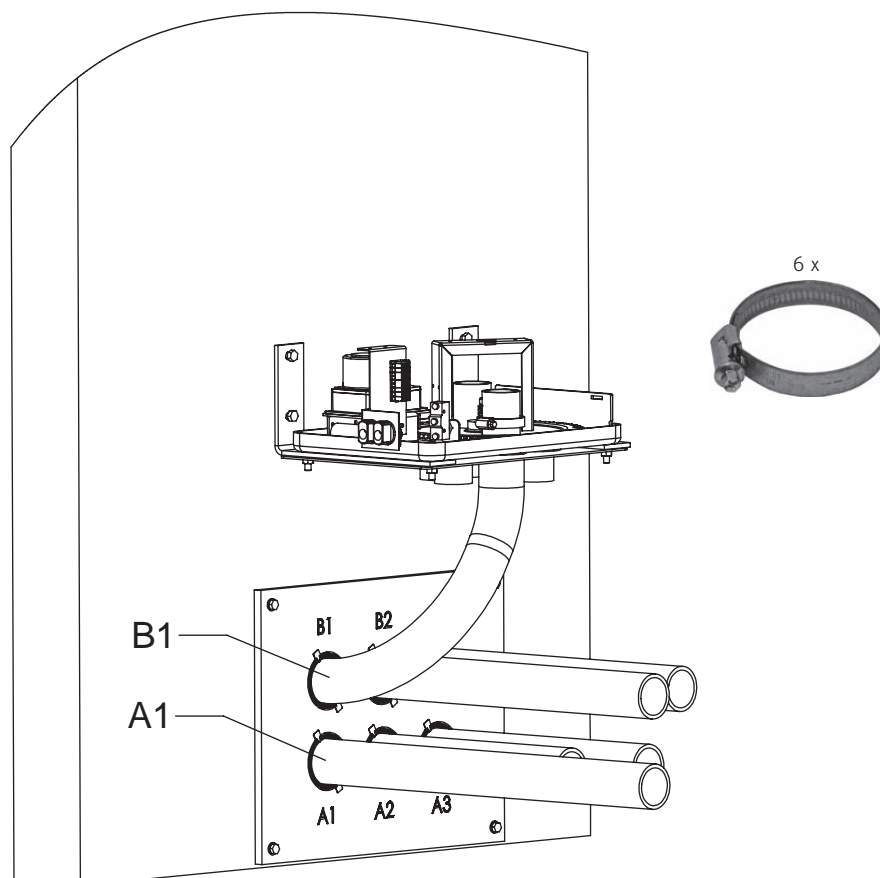

Fig. 39 Montage dans l'ordre du tuyau de A1 à B3 sur l'unité de commutation
- ▶ Dénuder le fil de terre à l'extrémité du tuyau, connecter le tuyau B1 au raccord B1 de l'unité de commutation et le fixer avec un collier – Fig. 39.